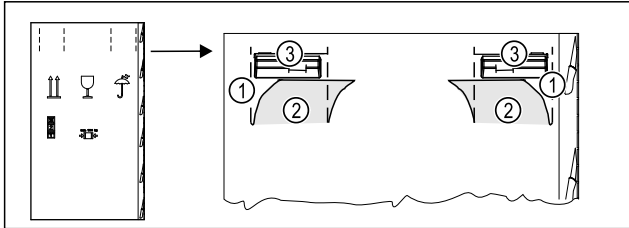

Fig. 6
- ▶ Shtypni kartonin ambalazhues lart në vrimat Fig. 6 (1).
- ▶ Nxirrni jashtë gjuhëzat e shtypura Fig. 6 (2).
- ▶ Doreza mbajtëse Fig. 6 (3) djathtas dhe majtas është e dukshme.
- ▶ Kapeni pajisjen nga dorezat mbajtëse Fig. 6 (3).